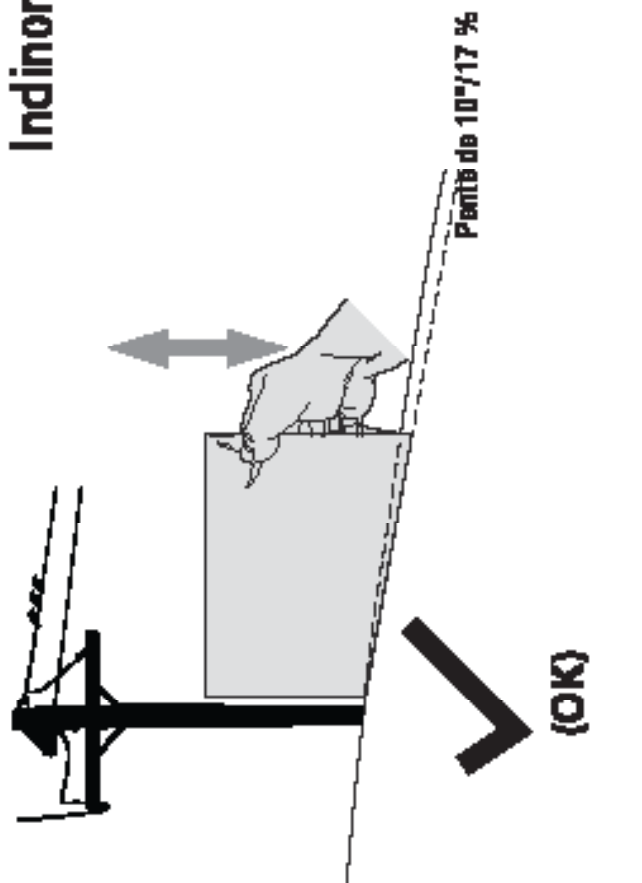
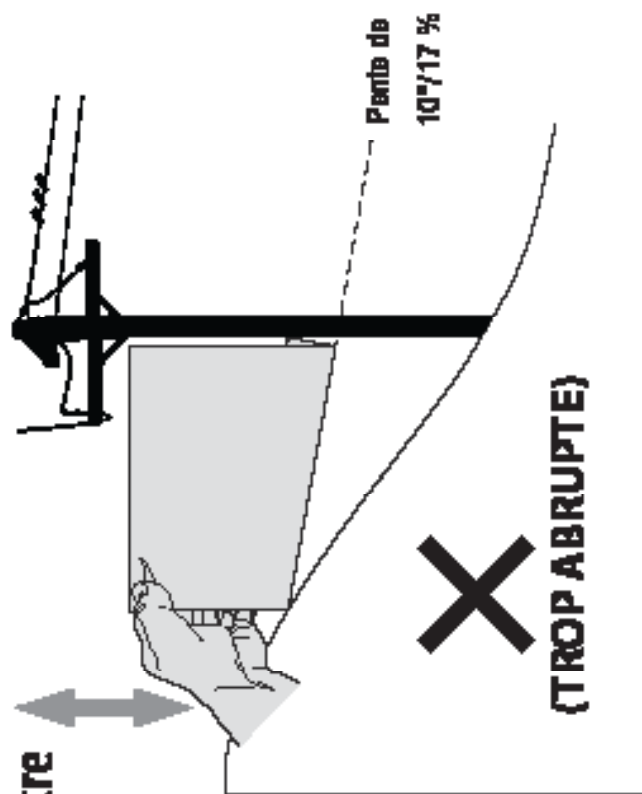

Figure 1
Figure 2
3. Alignez l'un des côtés de l'inclinaison avec l'objet (consultez la Figure 1 et la Figure 2).
4. Alignez l'inclinaison avec la pente ou avec la ligne de la pente (consultez la Figure 1 et la Figure 2).
5. Si la machine est inclinée, la pente est trop raide pour un fonctionnement en toute sécurité (consultez la Figure 2 et ci-dessous).